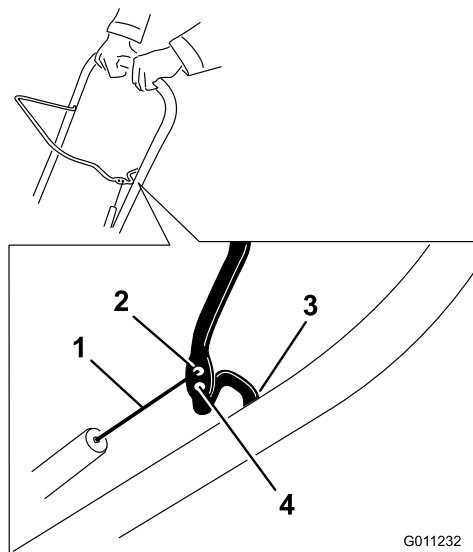

Figure 22
**Remarque:** La courroie d'entraînement s'use et se détend avec le temps. Si la courroie glisse (grincements continus) quand elle est soumise à une lourde charge, décrochez le ressort de la biellette de réglage et placez l'extrémité supérieure du ressort dans le trou le plus éloigné du point de pivot dans la barre de commande (Figure 22). Accrochez ensuite le ressort à la biellette de réglage et ajustez le câble de commande.